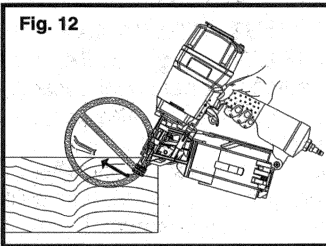

Fig. 12
21. N'ENFONCEZ PAS LES ÉLÉMENTS DE FIXATION sur d'autres éléments de fixation, ou en donnant un angle trop raide à l'outil: les éléments de fixation peuvent alors ricocher et occasionner de graves blessures. Fig. 12.